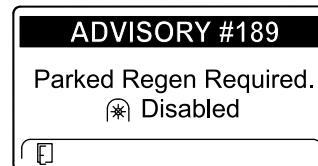

Bild 46
- Wenn Sie eine geparkte Regenerierung nicht innerhalb von zwei Stunden durchführen, wird im InfoCenter „Parked regeneration required – power takeoff disabled ADVISORY #189“ angezeigt (Bild 46).